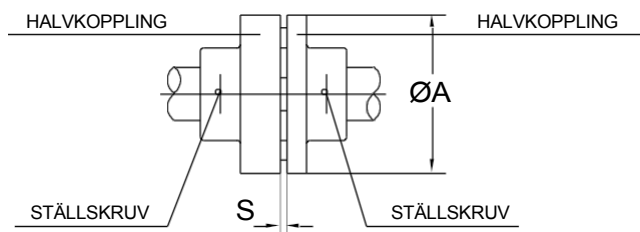

Fig. 20
- 5 - Kontrollera avståndet mellan de två kopplingshalvorna med hjälp av ett lämpligt distansstycke. Spalten "S" ska vara enligt tabell 2 eller enligt kopplingstillverkarens anvisningar. Om en justering är nödvändig, lossa ställskruvarna på kopplingshalvan och flytta kopplingshalvan med en skruvmejsel för att uppnå spalten "S" (se fig. 20). Dra sedan åt ställskruven och vrid rotern för hand för att ännu en gång säkerställa att det inte finns något hinder.
Vid behov ska påfyllning av olja ske via lämpliga anslutningar (se fig. 20–21–22–23) och med rekommenderade smörjmedel (se kapitel 13). Om vätskan som ska pumpas har farligt höga temperaturer krävs det att pumpen och rörledningarna isoleras för att förhindra direktkontakt; pumpen bör också skyddas mot termiska chocker genom isolering, förvärmning etc.